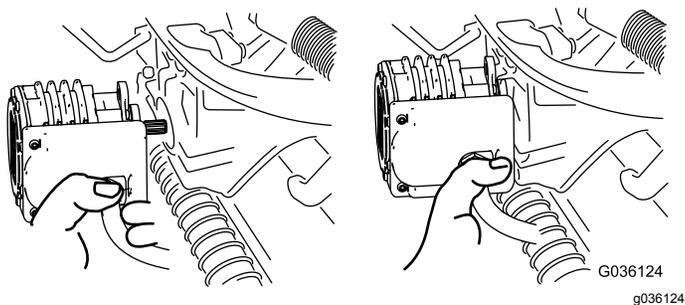

Рисунок 35
4. Переместите электродвигатель на место хранения на передней стороне рычага подвески (Рисунок 35).